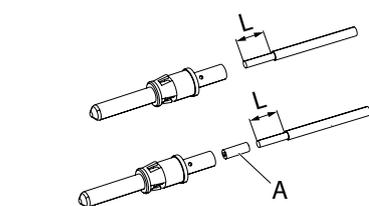
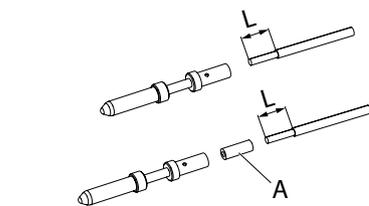

Abb. 8: Pilotkontakte
Abb. 9: Hilfskontakte
1. Kabel für die Pilot-/Hilfskontakte auf Länge L abisolieren, wie in nachstehender Tabelle angegeben (**Abb. 8** bzw. **Abb. 9**). Falls eine Reduzierung des Anschlussquerschnitts erforderlich ist, Reduzierhülse (A) verwenden (**Abb. 8** bzw. **Abb. 9**).